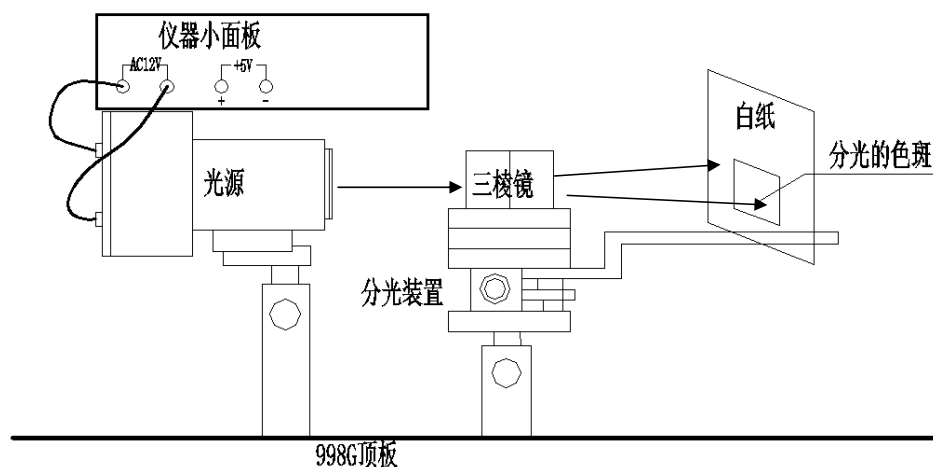

图 1: 分光实验
1. 根据图 1 进行组装和接线, 用实验线将主机中 AC12V 交流电源输出与普通光源相连接。合上主机的总电源开关。
2. 松开图 1 中光源或三棱镜的升降固定螺钉，调节高度使光束对准三棱镜，转动三棱镜座使三棱镜毛面在后面，二个工作面 (光面) 的棱在前面。然后调节涡轮杆角度使折射的投射面 (狭缝端盖) 上出现清晰的光谱。如果光谱不清晰可轻微旋转光源罩 (灯丝方向) 和松开升降杆固定螺钉转动一个角度 (光束方向) 使光束对准三棱镜的工作面 (要点: 光束对准棱镜工作面 灯丝方向)。
3. 闭主机总电源开关。将图 1 中的普通光源取下，换上半导体激光源 (旋下前端盖小孔)，将激光源与主机激光电源相应连接 (注意颜色一极性)。打开主机总电源开关，根据步骤 2 调节观察投射面现象 (单色性)。